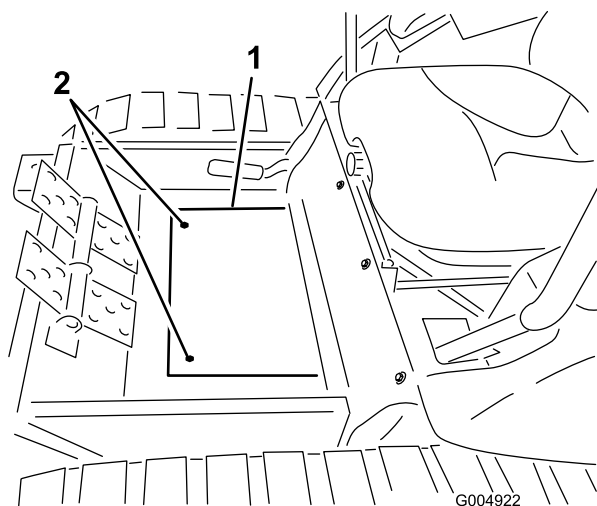

Figura 51
25. Instale la tapa de la chapa de suelo del bastidor de invierno en el suelo con los tornillos que retiró anteriormente (Figura 51).